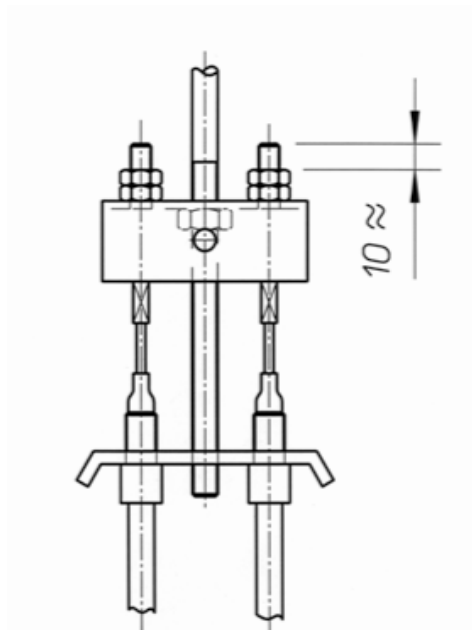

Abbildung 4.4: Montage der Ausgleichswaage
- ➌ Schließen Sie die Seilzüge an und ziehen Sie die Muttern und Kontermuttern fest; lassen Sie dabei das Ende des Gewindestücks etwa 10 mm überstehen (Abb. 4.4).